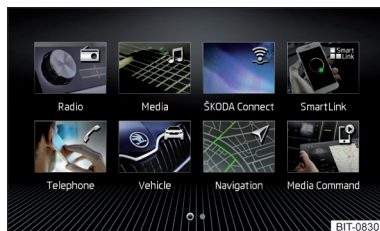
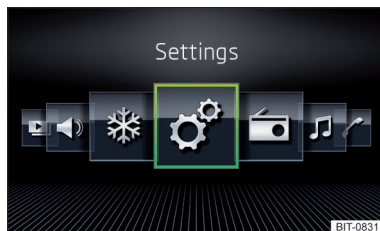

Fig. 169
Fig. 170
- Seleccionar la opción Visualiz. reticular » fig. 169 o Visualiz. horizontal » fig. 170.